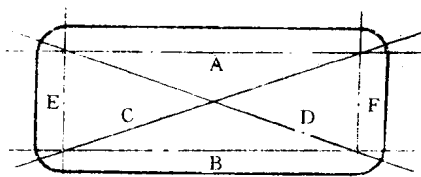

图 1 五十铃 DH100 发动机缸盖
(1) 损伤部位 有一辆日本五十铃 TD72 型载货汽车, 发动机(DH100)缸盖翘曲变形, 装复后缸垫处有漏气现象。
(2) 检查要求 把气缸盖放在一平板上, 在缸盖下表面垫上直尺, 用塞尺检查直尺同气缸盖下表面的间隙。检查部位及方向如图 1 所示。